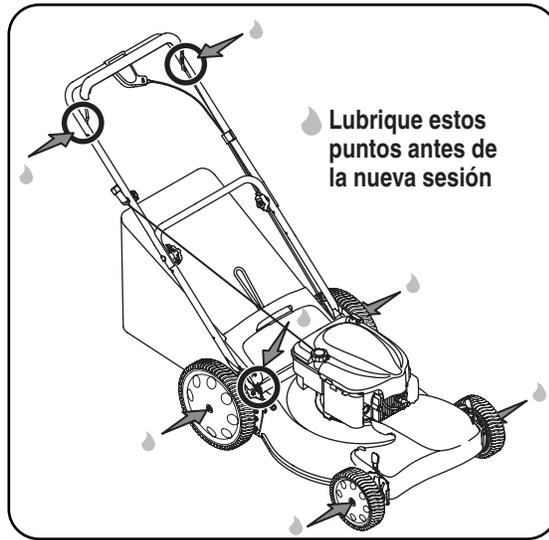

Figura 3
libremente en ambas direcciones. Vea la Figura 3.
2. Lubrique las ruedas por lo menos una vez por temporada con aceite ligero o aceite para motor. Sin embargo, si las ruedas se quitan por cualquier razón, debe lubricar la superficie del brazo giratorio y la superficie interna de la rueda con aceite ligero. Vea la Figura 3.
3. Lubrique el resorte de torsión y el punto de pivote de la puerta trasera de descarga periódicamente con aceite ligero para prevenir la oxidación. Vea la Figura 3.